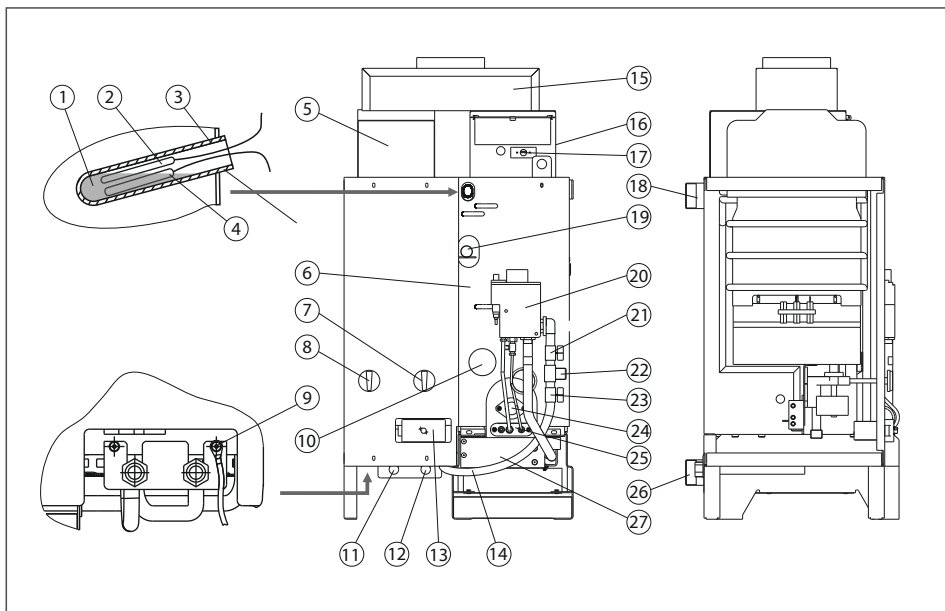

Рис. 1. Будова котла «Житомир-10»
Для коректної роботи терморегулятора і термоіндикатора, перед початком експлуатації в стакан корпусу котла необхідно залити 10 мл машинного масла (п.1 рис.1)
5.2.1. Для установки ТЕНа необхідно злити воду з котла (системи опалення), відкрити заглушку (Рис.1 поз. 10) і встановити на її місце ТЕН з характеристиками, що відповідають таблиці 3.